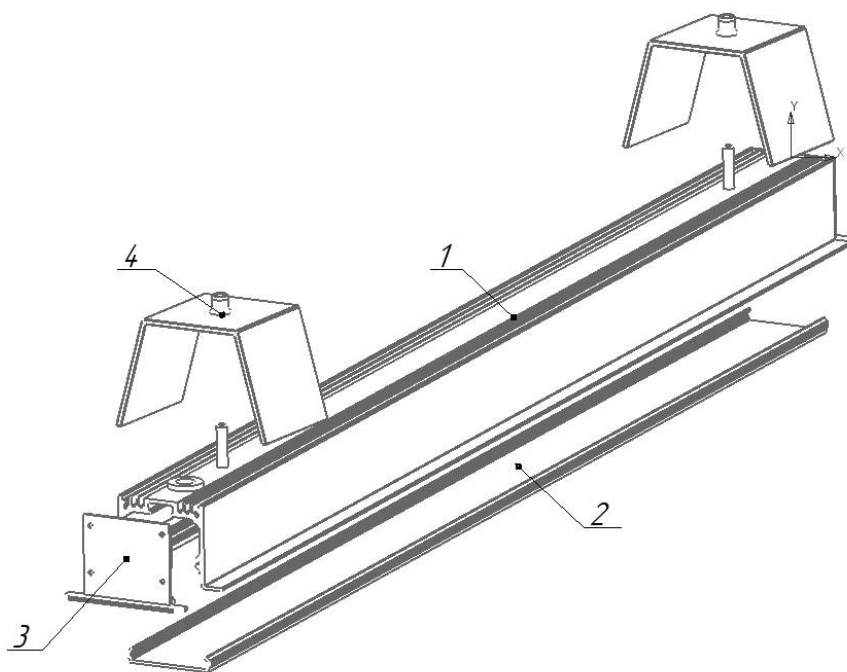

Рисунок 2 - Снятие крышки светильника ДВО18
5.3.2. 2).Снимите скобы со светильника, открутив винты (см. рисунок 2).